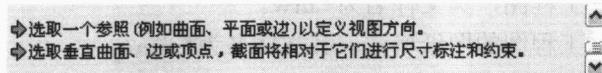

图 1-5 信息窗口
**【信息区】** 显示当前操作状态提示信息的信息窗口。对于需要输入数据的操作，会在该区出现一个文本框，让用户输入数据，如图 1-5 所示。